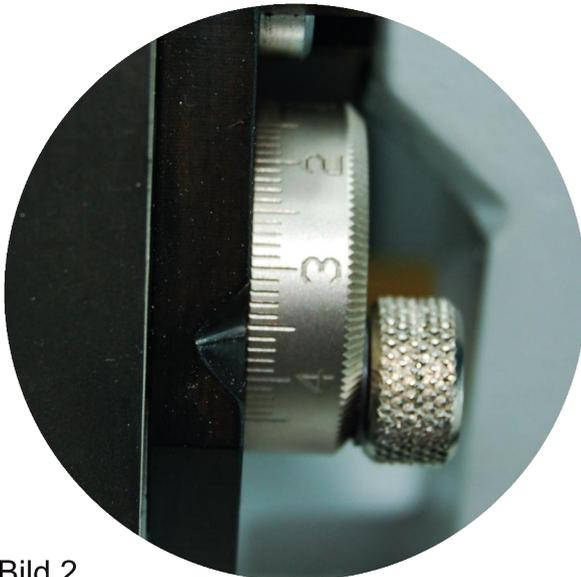

Bild 2
Um den passenden Freiwinkel einstellen zu können, entfernen Sie die stufenlose Freiwinkелеinstellung aus der Bohrung (1, Bild 2) und schrauben diese wieder in Bohrung (2).